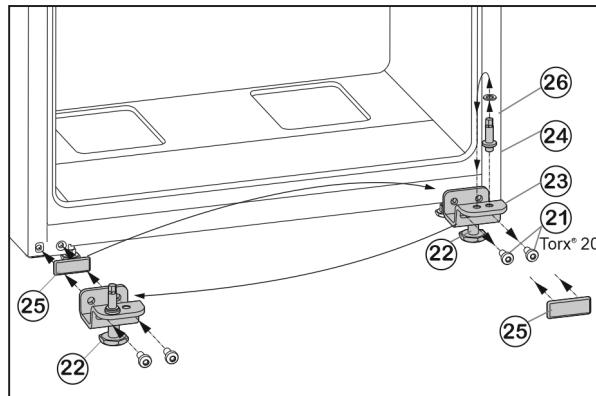

Fig. 7
- ▶ Открутите крепежные винты Fig. 7 (21).
- ▶ Снимите нижний опорный кронштейн Fig. 7 (23) вместе с опорным пальцем Fig. 7 (24), шайбой Fig. 7 (26) и регулируемой опорой Fig. 7 (22).
- ▶ Открутите опорный палец Fig. 7 (24) вместе с шайбой Fig. 7 (26) и, переставив в отверстие на противоположной стороне опорного кронштейна, снова прикрутите.
- Аккуратно снимите защитную пластины Fig. 7 (25) и переставьте ее на противоположную сторону.
- Прикрутите нижний опорный кронштейн Fig. 7 (23) вместе с опорным пальцем Fig. 7 (24), шайбой Fig. 7 (26) и регулируемой опорой Fig. 7 (22) с другой стороны шарнира **(с моментом 4 Нм)**, при необходимости используйте аккумуляторный шуруповерт.
- Установите нижнюю дверцу сверху на опорный палец Fig. 7 (24).
- Вставьте средний опорный кронштейн (13) с поворотом на 180° в нижнюю дверцу и прикрутите с помощью крепежных винтов (11) (2 шт. Torx® 20) на новую сторону шарнира **(с моментом 4 Нм)**.
- Снова установите пластиковую шайбу (10).
- Выверните регулируемую опору Fig. 7 (22) на нижнем опорном кронштейне Fig. 7 (23) до ее соприкосновения с полом.